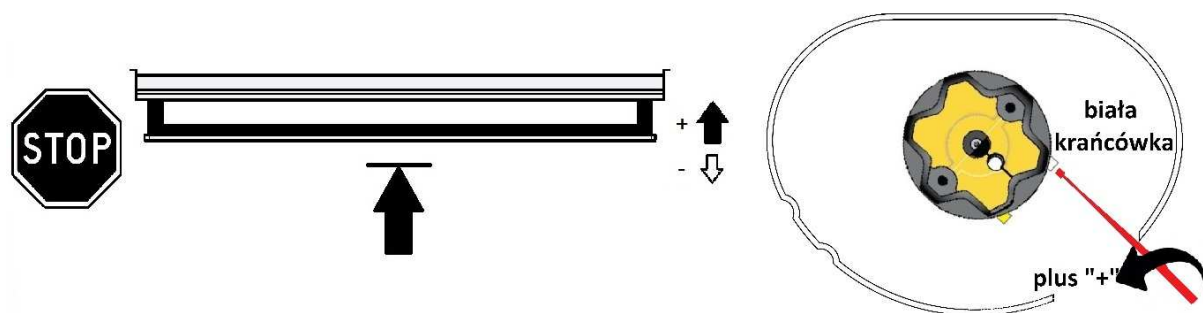

Rys.3
3. Dostarczony ekran ma ustawione położenia krańcowe zgodnie z zamówieniem. Jeżeli powierzchnia ekranu opuszcza się zbyt nisko lub niewystarczająco, możemy dokonać korekty położenia krańcowego przy pomocy dołączonego klucza (rys.3). **Przed regulacją sprawdź w karcie gwarancyjnej z jakim typem silnika posiadasz ekran.**